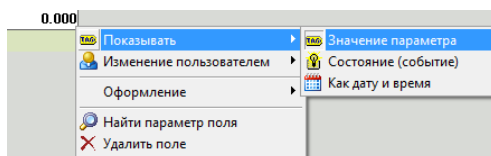

Рис. 4.45
- 1) **способ отображения параметра.** Откройте контекстное меню поля, выберите «Показать» и установите интересующий Вас способ отображения (рис. 4.45).